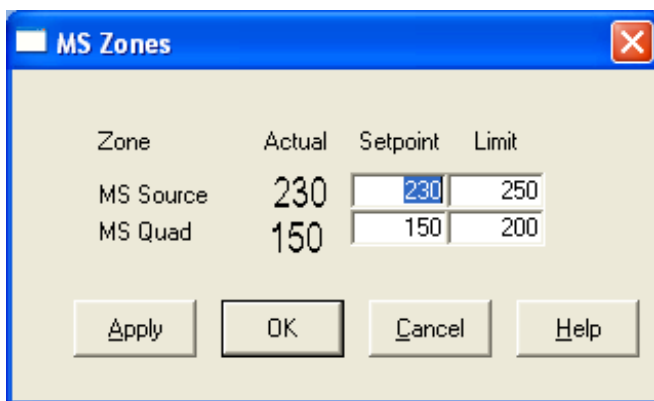

Figura 15 Ajuste de temperaturas
- 2 Seleccione **Temperatures** en el menú **MoreParams** (Figura 15).